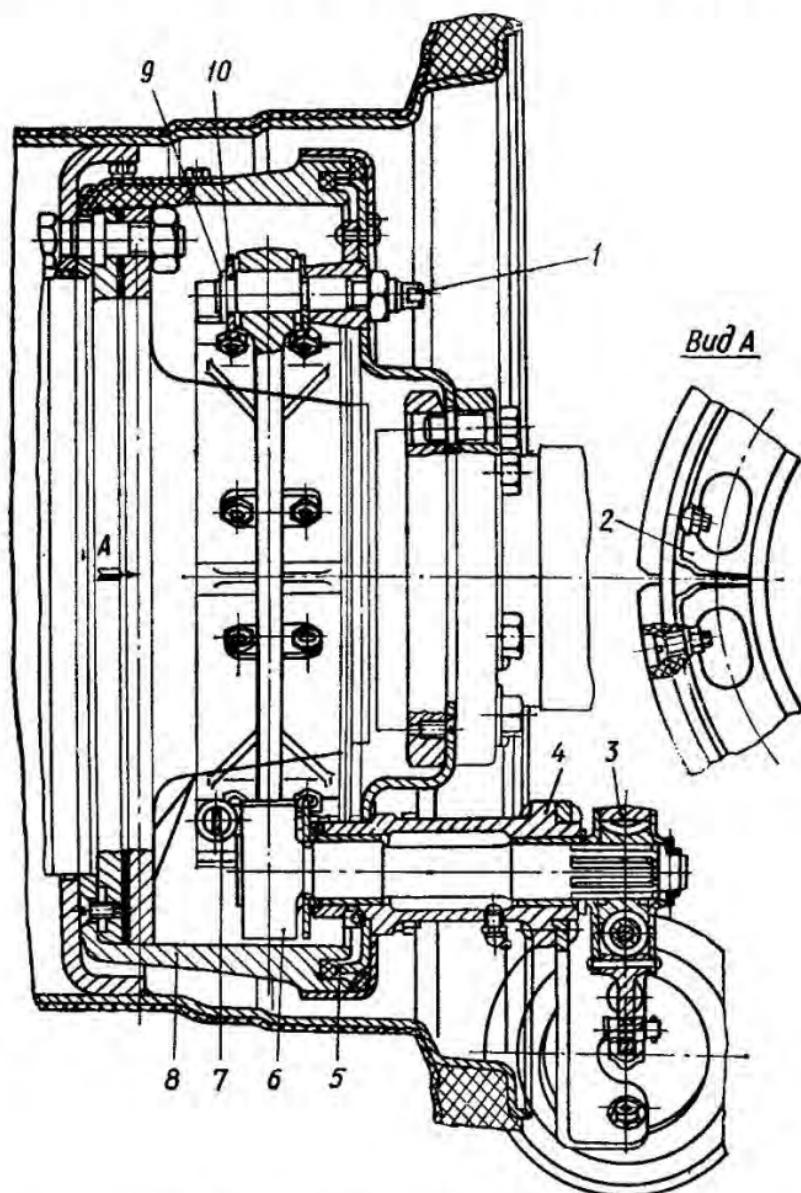

Рис. 105. Колесный тормоз (Т-150К):
**Колесные тормоза.** На всех колесах трактора Т-150К установлены колодочные тормоза с пневматическим приводом. Они предназначены для снижения скорости или для полной остановки движущегося трактора. Тормоз (рис. 105) состоит из барабана, двух колодок (с фрикционными накладками), установленных на эксцентричных осях стяжной пружины и разжимного кулака. На шлицевом конце разжимного кулака установлен регулировочный рычаг, связанный со штоком тормозной камеры.